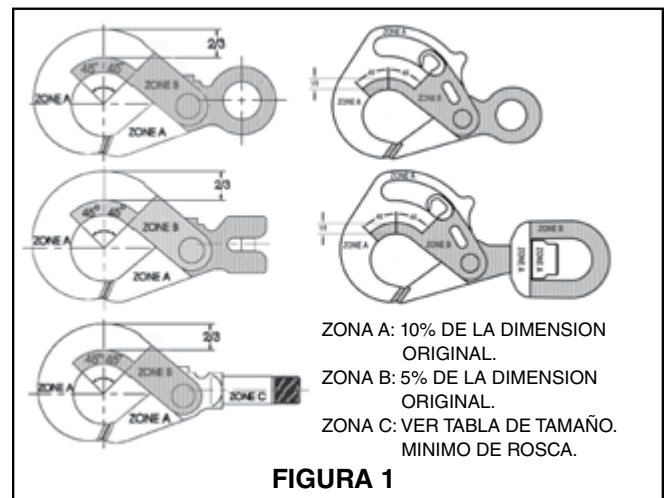

FIGURA 1
- Nunca use un gancho gastado más allá de los límites que muestra la Figura 1.
- Retire de servicio cualquier gancho con fisuras o mellas. Los ganchos con una fisura o mella deben ser reparados mediante un esmerliado longitudinal, siguiendo el contorno del gancho, siempre que la dimensión reducida esté dentro de los límites que muestra la Figura 1. Póngase en contacto con Crosby Engineering para evaluar cualquier fisura.